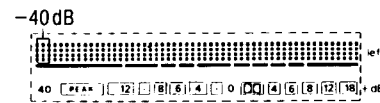

Fig. 10
5. Régler VR401 de telle sorte que la partie segmentée de -40dB soit à moitié éclairée. (Voir la Fig. 10.)